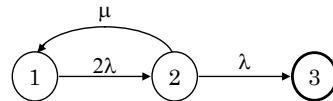

Abbildung 5: Übergänge identischer Komponenten zusammenfassen
z.B.: die Differentialgleichungen aus Abbildung 5: